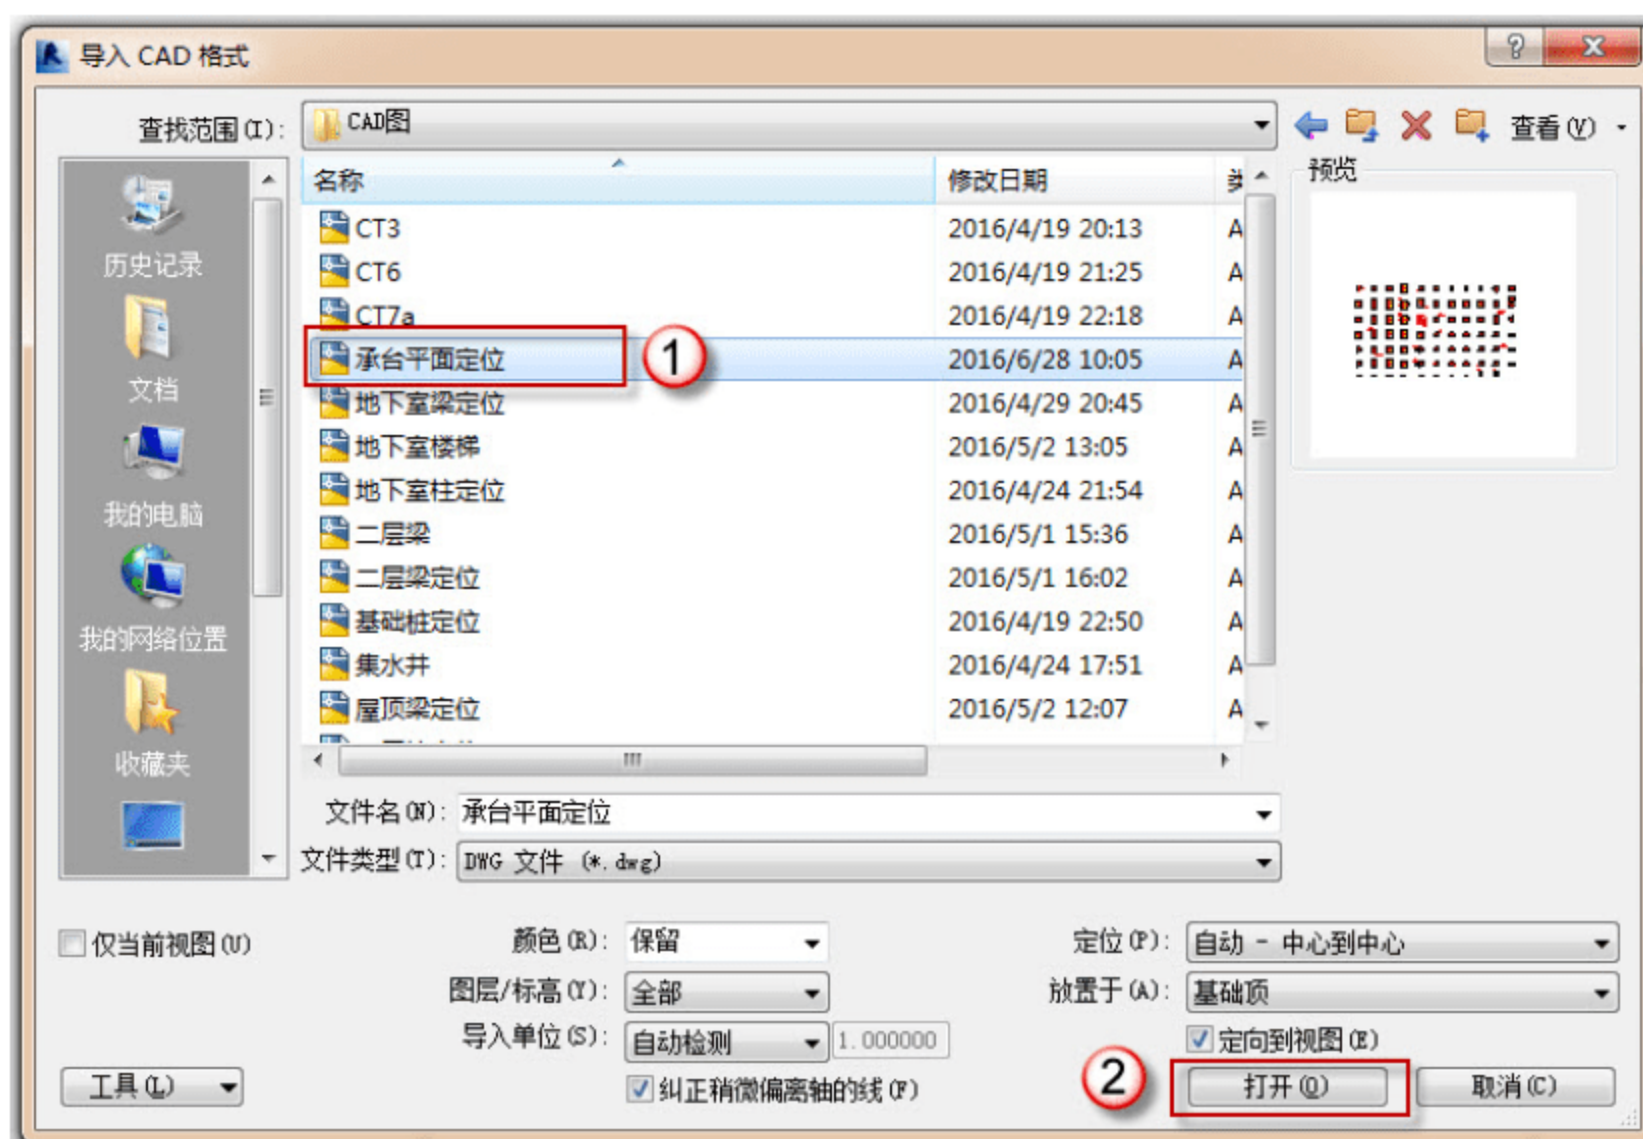

图 2.2.11 导入承台定位 CAD 图
(8) 导入配套资源中的 DWG 文件。选择“结构平面”→“基础顶”命令，在此视图界面，选择“插入”→“导入 CAD”命令，在弹出的“导入 CAD 格式”对话框中选择“承台平面定位 dwg”文件，如图 2.2.11 所示。